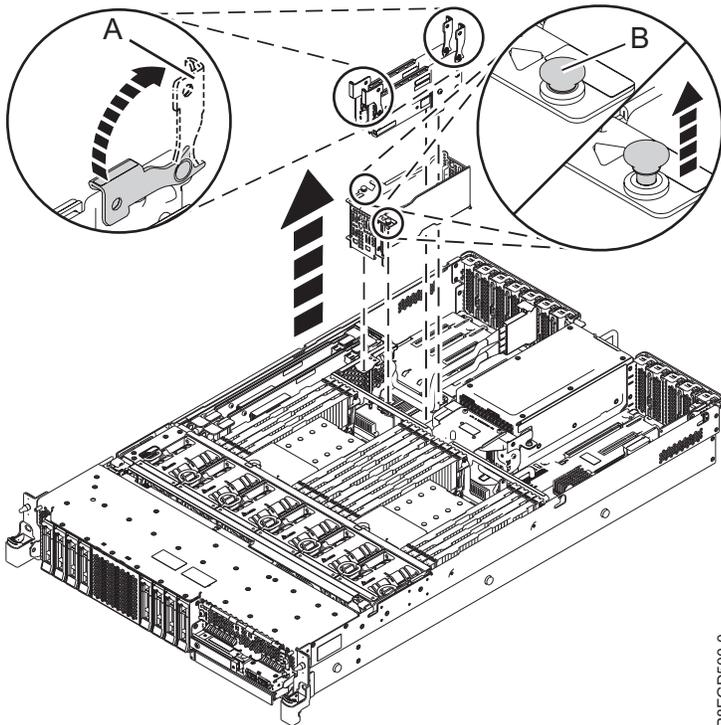

Abbildung 1. Sicherungskarten des Stromversorgungsmoduls und Gehäuse entfernen
2. Entfernen Sie die beiden Sicherungskarten des Stromversorgungsmoduls. Drücken Sie die blauen Griffe (A) in die angezeigte Richtung. Siehe Abb. 1.
4. Entfernen Sie das Gehäuse der Sicherungskarte des Stromversorgungsmoduls. Verwenden Sie die Druck- und Zugknöpfe (B) am Gehäuse als Griffe und bauen Sie das Gehäuse aus, indem Sie es von der Rückseite aus herausdrehen und dann herausheben. Siehe Abb. 1.